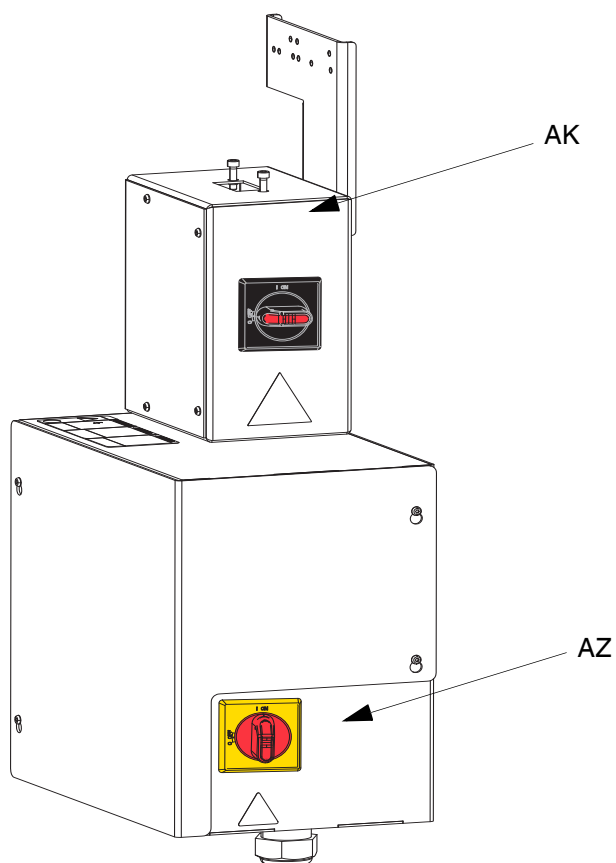

图 4：电源断连
断开开关 (AZ) 位于加热控制箱 (AX) 上，图 4。在电源接线盒 (AJ) 上还有一个红色和一个黑色的电源接线盒开关 (AK)。电源接线盒 (AK) 可断开除加热以外所有系统供电。断连开关 (AZ) 切断整个系统的电源，包括加热系统。